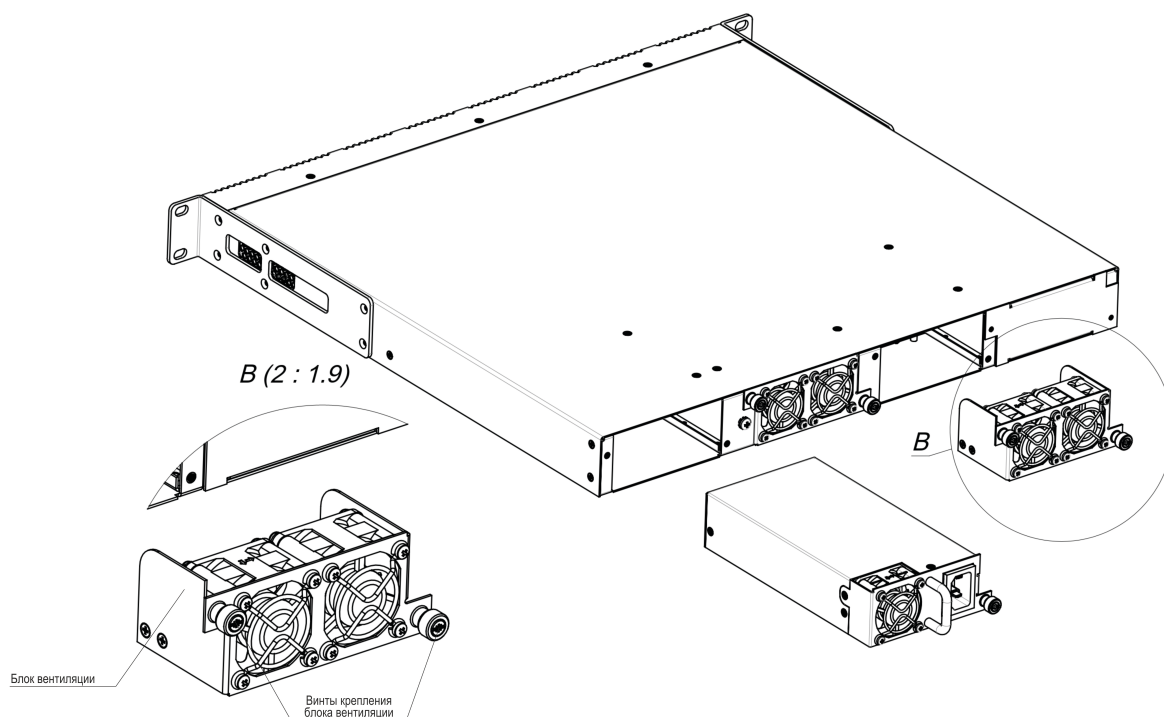

Рисунок 25 – Блок вентиляции. Крепление в корпус
- **Шаг 1.** С помощью отвертки открутить винты крепления блока вентиляции на задней панели (Рисунок 25).
- **Шаг 2.** Зафиксировать винтами крепления блок вентиляции на задней панели (Рисунок 25).
- **Шаг 1.** С помощью отвертки открутить винты крепления блока питания на задней панели (Рисунок 25).
- **Шаг 2.** Зафиксировать винтами крепления блок питания на задней панели (Рисунок 25).